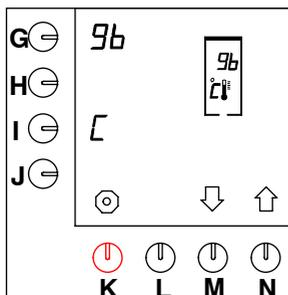

Fig. 41 Impostazione della temperatura
- Dopo avere immesso il codice PIN di livello utente, premere tre volte il tasto di selezione (N.) $\uparrow$  fino a che sullo schermo viene visualizzato quanto illustrato nella fig. 41 .